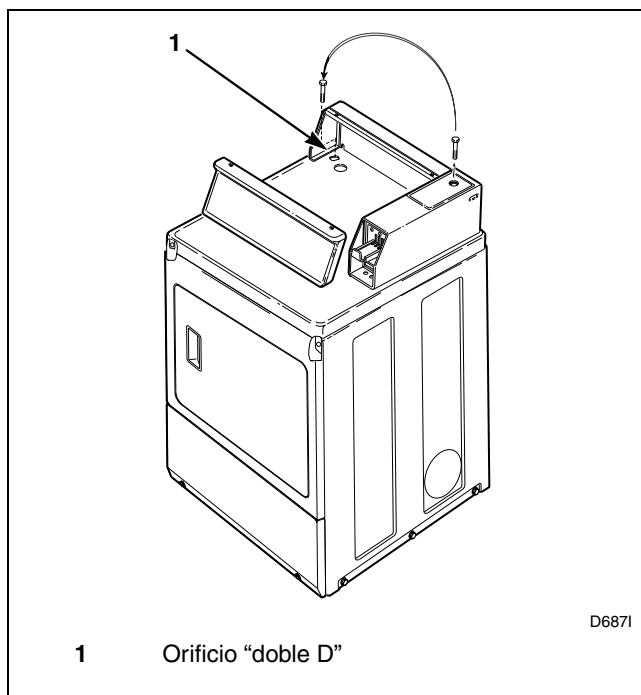

Figura 6
1. Quite el tornillo de cabeza Phillips de la puerta de servicio. (Consulte la *Figura 6*).